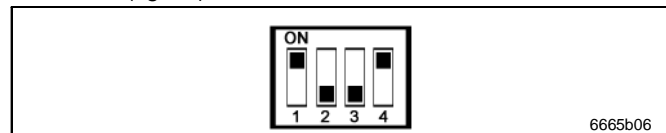

Fig. 16 Interruptor DIP, sistemas progresivos de lubricación - ajuste
- ➔ Primero, ajuste SW1 hasta SW3 en "1-0-0" (ON-OFF-OFF). Después, ajuste el interruptor DIP de la derecha (SW4) en ON (fig. 16).